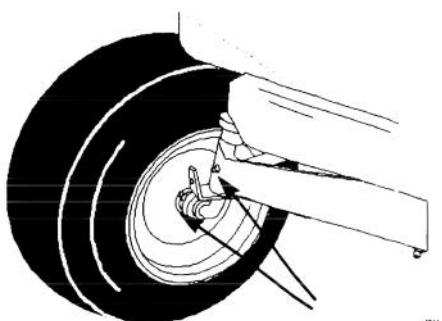

Figure 22
1. Graisser les roues avant et les pivots jusqu'à ce que la graisse commence à sortir des roulements (Fig. 22).
2. Graisser le pivot d'essieu avant (Fig. 22).